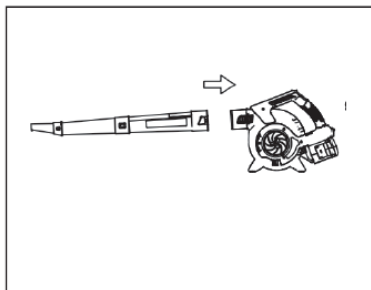

Fig.3
- Schieben Sie nun das Blasrohr (5) auf die Blasöffnung des Motorgehäuses (1), bis es einrastet. (Abb. 3)
- Demontieren Sie das Blasrohr (5), indem Sie den Verriegelungsknopf (6) drücken und das Blasrohr abziehen.